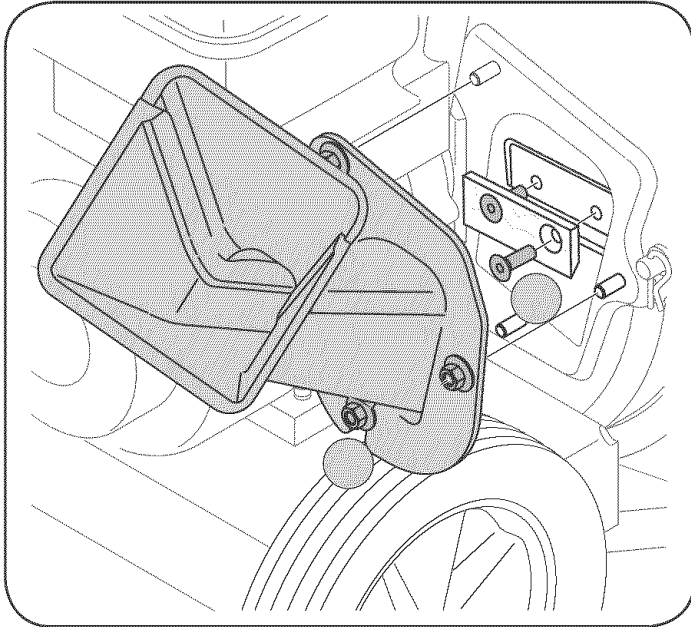

Figura 9
3. a. Para sacar el canal de la cortadora saque las tres tuercas hexagonales y las arandelas que lo aseguran a la caja del motor. Vea la Figura 9.